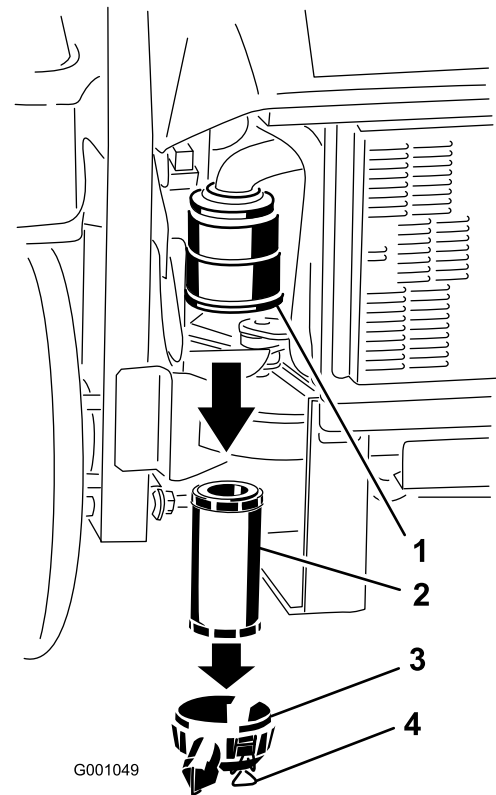

Bild 35
3. Lösen Sie die Riegel am Luftfilter und ziehen Sie die Abdeckung vom Gehäuse ab (Bild 35).
5. Schieben Sie den Filter vorsichtig aus dem Luftfiltergehäuse heraus (Bild 35). Vermeiden Sie ein Anstoßen des Filters an der Seite des Gehäuses.